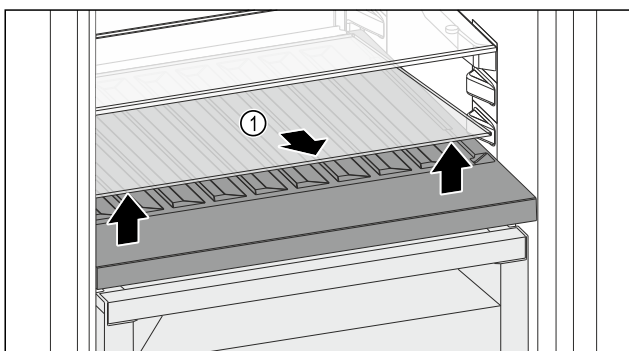

Fig. 164
- ▶ Ngrini lart përpara pllakën e xhamit Fig. 164 (1) te foleta dhe tërhiqeni jashtë.
- ▶ Ruani të sigurt pllakën e xhamit Fig. 164 (1) jashtë pajisjes.
- ▶ Vendoseni pllakën e xhamit (2) nën raftin mbajtës të ndryshueshëm të shisheve.